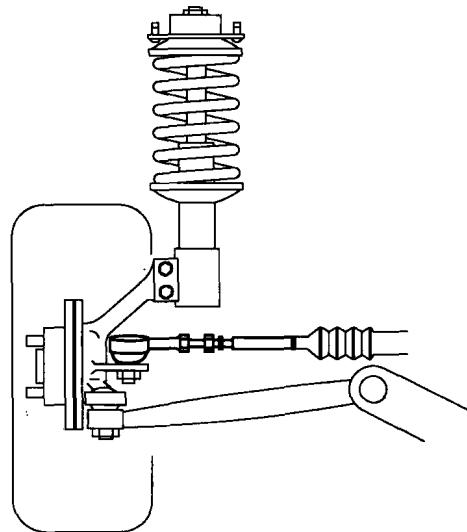

图 1-3 通过横拉杆调整前束
## 1) 调整指导。拧松横拉杆紧固螺栓。转动内侧横拉杆以调整前束。见图 1-3。
1) 调整指导。拧松横拉杆紧固螺栓。转动内侧横拉杆以调整前束。见图 1-3。
- ① 不需要专用配件。
- ② 不需要更改部件。